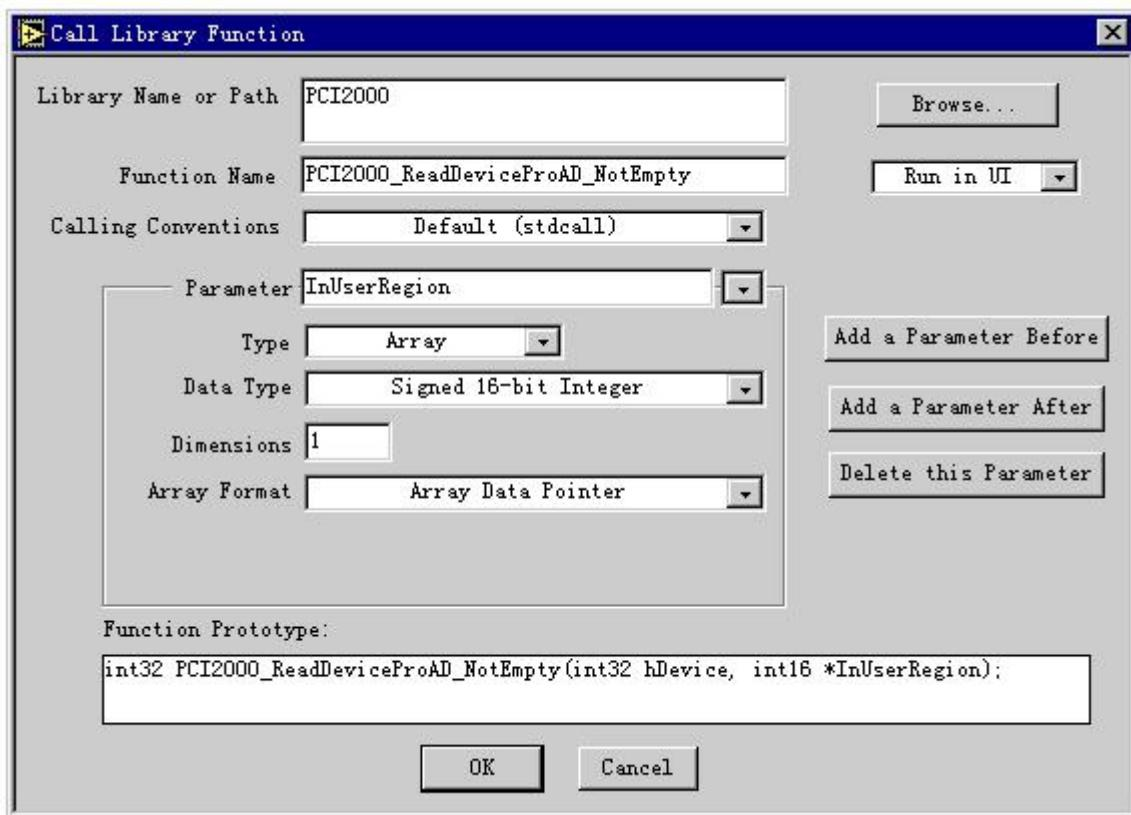

图 22 如何定义一个数组参数
3. 在 Type 下拉列表框中, 选择 Array 之后, 如图 22: